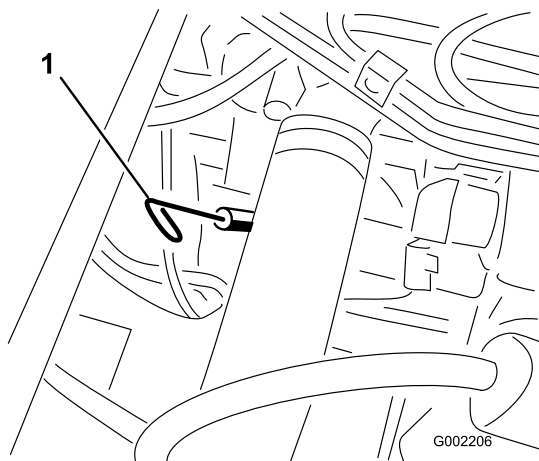

Figura 40
2. Retire la varilla, ubicada debajo del asiento del pasajero, y límpiela con un paño limpio (Figura 40). Introduzca la varilla en el tubo asegurándose de que entre a fondo. Retire la varilla y compruebe el nivel de aceite.
13. Retire el tapón de llenado de aceite y vierta lentamente aproximadamente el 80% de la cantidad especificada de aceite en el motor por el tubo de llenado (Figura 40).